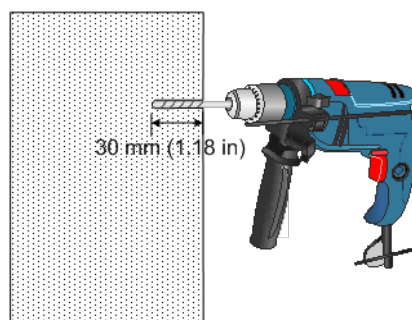

図 3-6 壁面の穴あけ
- 2) マーキングをした位置に、図 3-6 の通り直径 6mm/深さ 30mm の穴を空けてください。